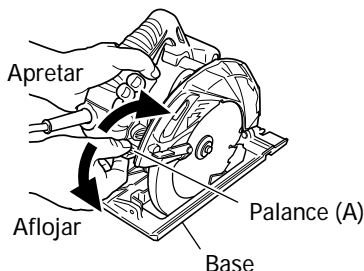
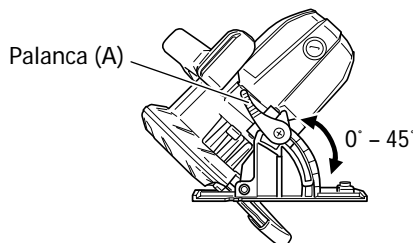

Fig. 3
Fig. 4
7. Verifique que la palanca (A) se encuentre apretada. La flojedad de la palanca (A) para ajustar la profundidad de corte (Fig. 3) y de la palanca (A) para ajustar el ángulo de inclinación (Fig. 4) puede producir lesiones. Asegúrese de que se encuentren firmemente apretadas.
1. Ajuste de la profundidad de corte (Fig. 3)
Tal como se muestra en la Fig. 4, aflojando la palanca (A) de la escala de bisel, es posible inclinar la cuchilla de la sierra hasta un ángulo de 45° con respecto a la base.